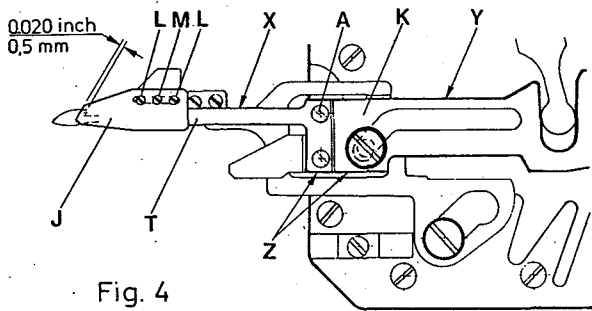
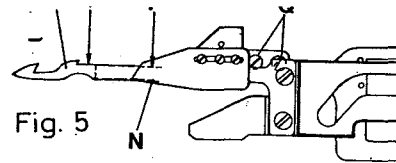
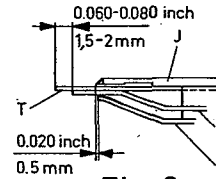
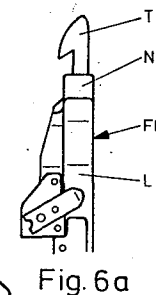

Fig. 4
Fig. 5
Fig. 6
Fig. 6a
4. The lower knife (T, Fig. 4) is set correctly, when its edge (X, Fig. 4) is parallel to edge (Y, Fig. 4) of lower knife holder (K, Fig. 4) and edge (Z) of lower knife is in line with edge (Z) of lower knife holder. For adjusting loosen screw (A, Fig. 4). Retighten screws.
5. Loosen screws (L and M, Fig. 4). The upper knife (J, Fig. 4) has to be set so that it overlaps the lower knife (T, Fig. 4) by 0,5 mm (0.020 inch). Set clamp spring (N, Fig. 5) to lower knife (T, Fig. 5) so that edge (O, Fig. 5) of lower knife (T) is in line with edge (P) of clamp spring.
4. Das Untermesser (T, Fig. 4) ist richtig eingestellt, wenn seine Kante (X, Fig. 4) parallel zur Kante (Y, Fig. 4) des Untermesserträgers (K, Fig. 4) ist und die Kante (Z) des Untermessers mit der Kante (Z) des Untermesserträgers eine Linie bildet. Die Einstellung wird nach Lösen der Schrauben (A, Fig. 4) gemacht. Ziehen Sie die Schrauben wieder an.
5. Lösen Sie die Schrauben (L und M, Fig. 4). Das Obermesser (J, Fig. 4) muß so eingestellt werden, daß es das Untermesser (T, Fig. 4) um 0,5 mm überschneidet. Die Klemmfeder (N, Fig. 5) wird zum Untermesser (T, Fig. 5) so eingestellt, daß die Kante (O, Fig. 5) des Untermessers (T) und die Kante (P) der Klemmfeder eine Linie bilden.
Further more it should be a distance of 1,5 - 2 mm (0.06 - 0.08 inch) between tip of under knife (T, Fig. 6) and front edge of clamp spring (N, Fig. 6), retighten screw (L, Fig. 4).
Set screw (M, Fig. 4) so that the looper thread is clamped as shown in (Fig. 12).
The leaf spring (L, Fig. 6) should be set to project the upper knife (J, Fig. 6) by 0,5 mm (0.02 inch).
The 2 edges of clamp spring (N, Fig. 6a) and the leaf spring (L, Fig. 6a) must be aligned at (FF, Fig. 6a). For making this adjustment, loosen screws (Q, Fig. 5).
Ferner soll der Abstand zwischen der Spitze des Untermessers (T, Fig. 6) und der Vorderkante der Klemmfeder (N, Fig. 6) 1,5 - 2 mm betragen, ziehen Sie die Schrauben (L, Fig. 4) wieder an.
Die Schraube (M, Fig. 4) wird so angezogen daß der Greiferfaden wie in (Fig. 12) gezeigt, geklemmt wird.
Die Blattfeder (L, Fig. 6) soll 0,5 mm hinter der Spitze des Obermessers (J, Fig. 6) stehen.
Die Klemmfeder (N, Fig. 6a) und die Blattfeder (L, Fig. 6a) sollen bei (FF, Fig. 6a) in einer Linie stehen. Einstellung erfolgt nach Lösen der Schrauben (Q, Fig. 5).
The looper thread must be clamped as shown in Fig. 12, after being severed. The tension of the clamp spring can be adjusted with screw (M, Fig. 4).
Nach dem Schneiden muß der Greifferrücken wie in Fig. 12 gezeigt geklemmt sein. Die Spannung der Klemmfeder kann mit der Schraube (M, Fig. 4) eingestellt werden.